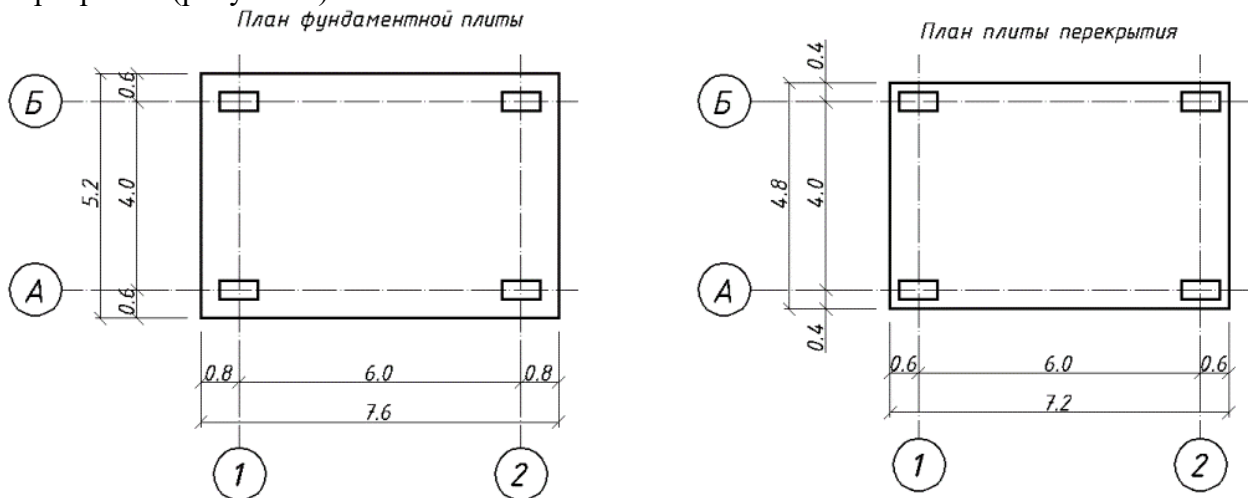

Рисунок 6 - Схема пространственного каркаса
- Расчет производится для сетки плиты перекрытия с размерами конечных элементов $0,2 \times 0,2$ м и сетки фундаментной плиты с размерами КЭ $0,4 \times 0,4$ м и $0,4 \times 0,2$ м (рисунок 6).